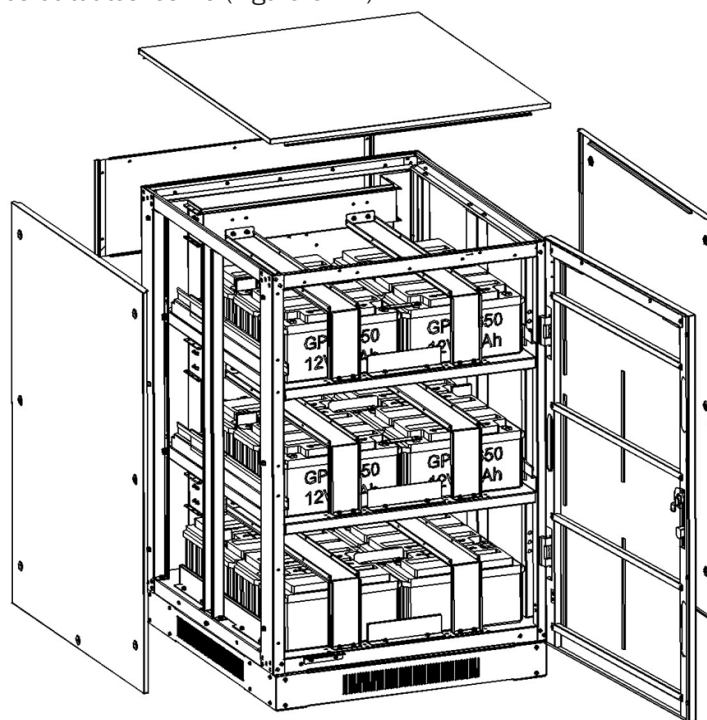

Figure 5-22
11. Réinstaller tous les couvercles et toutes les vis (Figure 5-22).